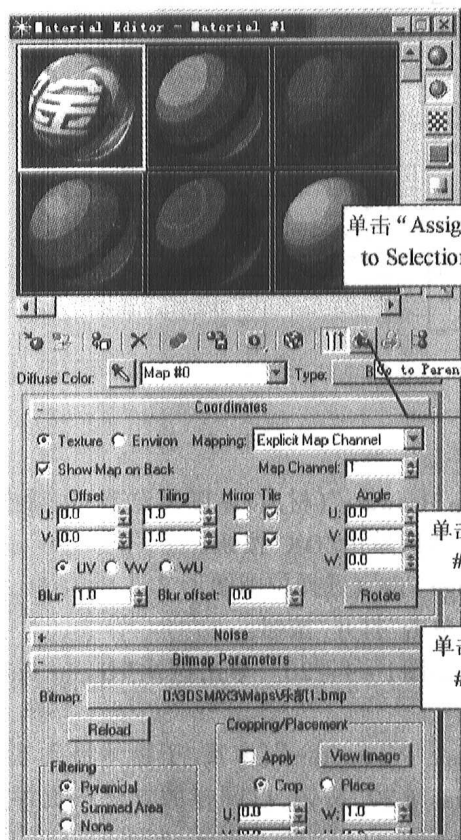

图 1-1-20
(20) 这时又回到了材质编辑器对话框中,如图 1-1-20。单击两次“Go to Parent”(转到上级)按钮。